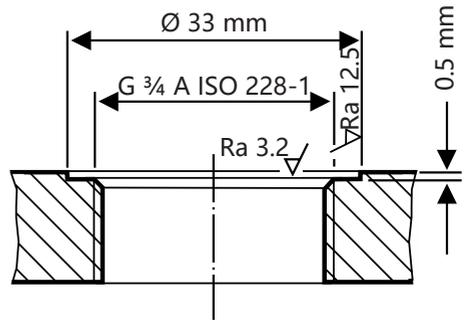

图 7
- 注意正确技术处理相应容器螺纹管接头或法兰盖的密封面，见图 7。
必须根据图 7 正确处理密封面。